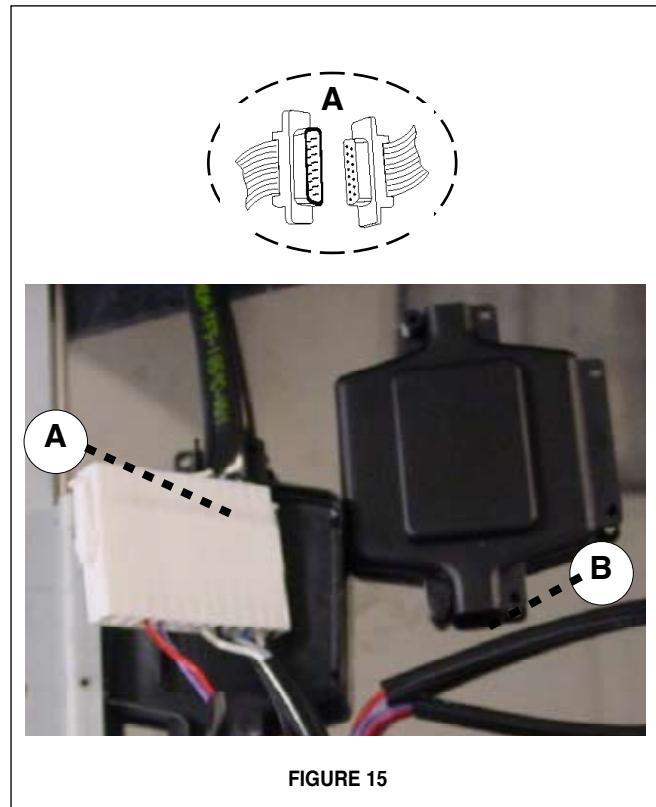

FIGURE 15
5. Connecter le CONNECTEUR DES COMMANDES (**A** de la FIGURE 15) Insérez le CONNECTEUR DES COMMANDES (**A** de la FIGURE 15) dans la BOÎTE DE CONNECTEUR en plastique noir (**B** de la FIGURE 15) en reliant les deux morceaux en plastique noirs à l'aide des quatre vis fournies.